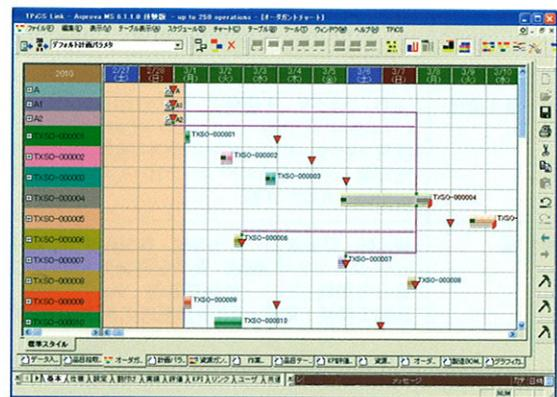

図3 AsprovaAPS ロットガントチャート
(1) 『計画及び納期見える化』…納期に関する課題(図3)
- ① 迅速な納期回答及び実績を加味した進捗を把握する
- ② 金型などの保守メンテナンスを含めた計画を立案する
オーダーごとの進捗と納期をビジュアルで確認することにより、納期回答を迅速に行うことが可能となる。なお図3において、▼が納期で赤く表示されているのは納期の遅れを意味し、また斜線部分が実績で、進捗を確認できる。これにより営業交渉を行ったり製造現場への対応を図ることで、製販一体の管理を促進する。